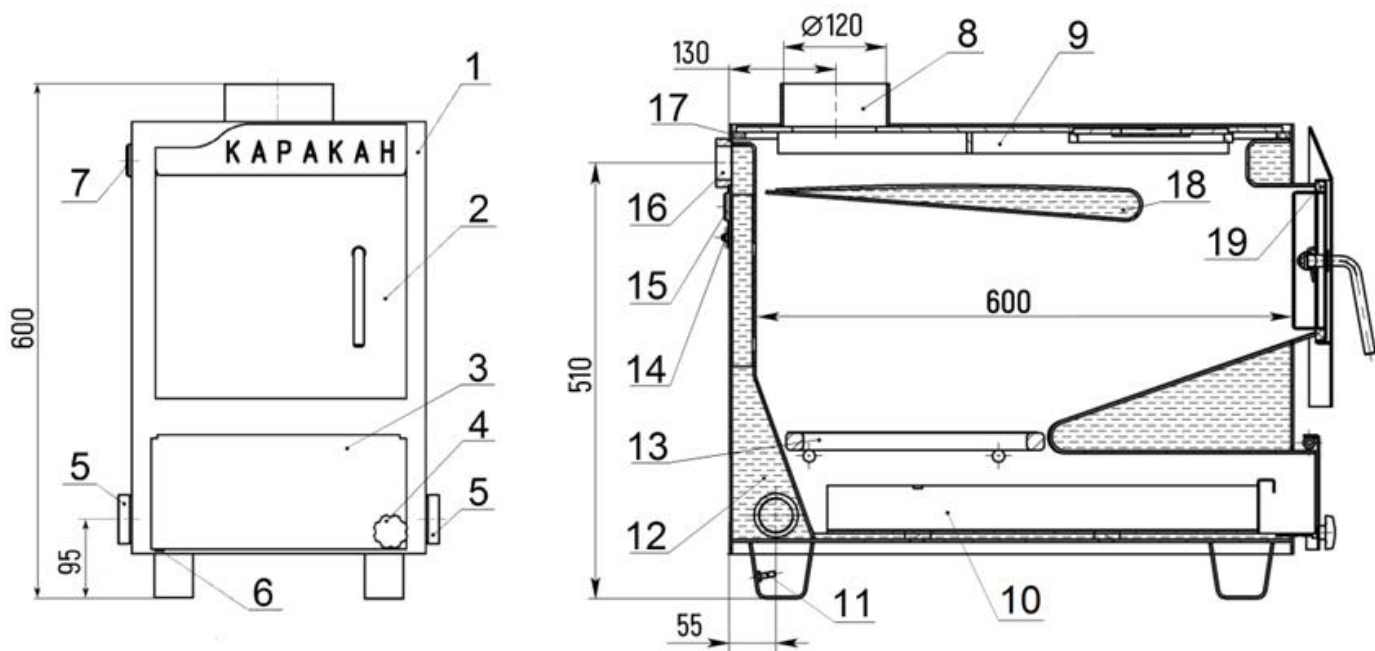

Рисунок 1. Схема котла. Базовая комплектация
5.7. По желанию потребителя на котел можно установить автоматический регулятор тяги (через фланец 7, *рис.1*). Крепление для цепи автоматического регулятора тяги находится на дверце зольника. В отсутствие регулятора фланец герметизируется заглушкой G ¾” – см. базовую комплектацию.
6.3. Система отопления должна быть оборудована предохранительным клапаном с порогом срабатывания согласно п. 5.8 настоящего паспорта. Клапан устанавливается на корпусе котла (поз. 15 на рис. 1).